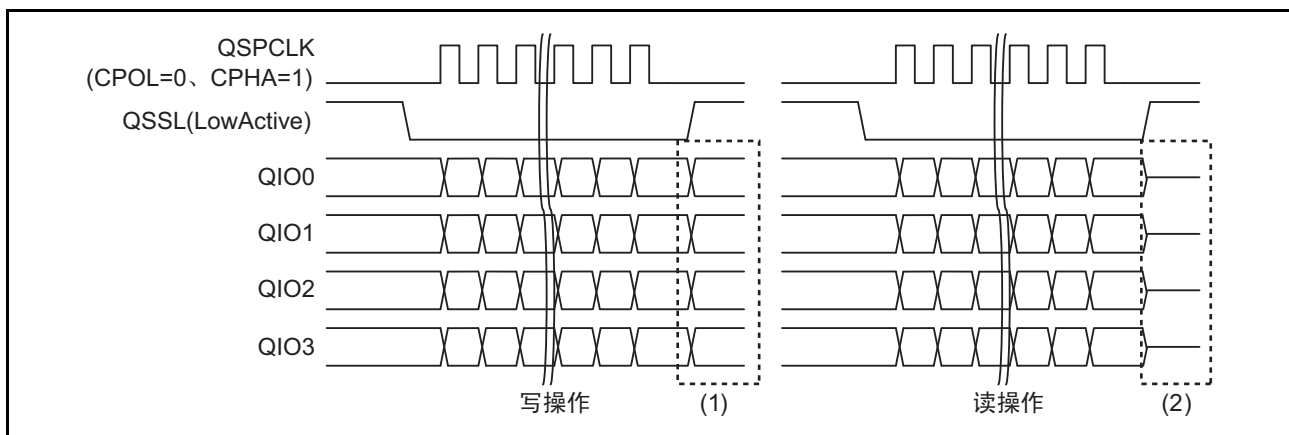

图 18.16 Dual/Quad-SPI 模式的传送结束后的引脚状态（Quad-SPI 的例子）
与发送和接收无关，如果发送最后采样时序所对应的 QSPCLK 边沿，就结束串行传送。在写后和读后，Dual /Quad-SPI 模式中的空闲时的 QIO 引脚控制不同。在写后，通过设定寄存器，输出最后输出数据或者固定值；在读后，将 QIO 引脚置为 Hi-Z。以 Quad-SPI 模式为例的存取结束后的引脚状态如图 18.16 所示。图中 (1) 和 (2) 的说明如下：